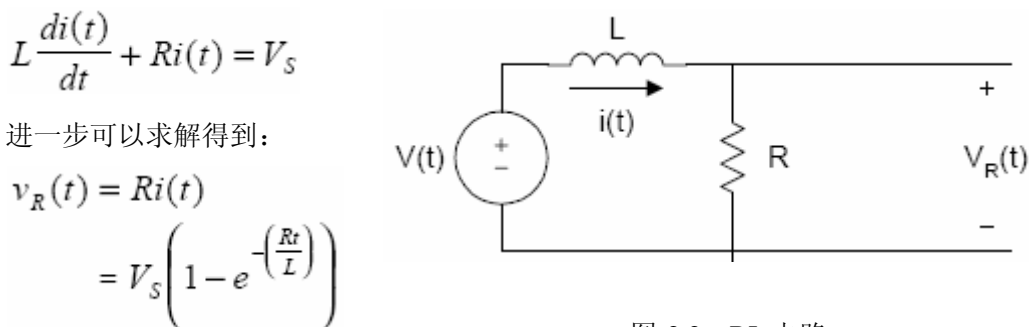

图 2.2 RL 电路
2、同理，对于一个 RL 电路如下图 2.2，我们同样可以根据 KVL 列出以下方程：